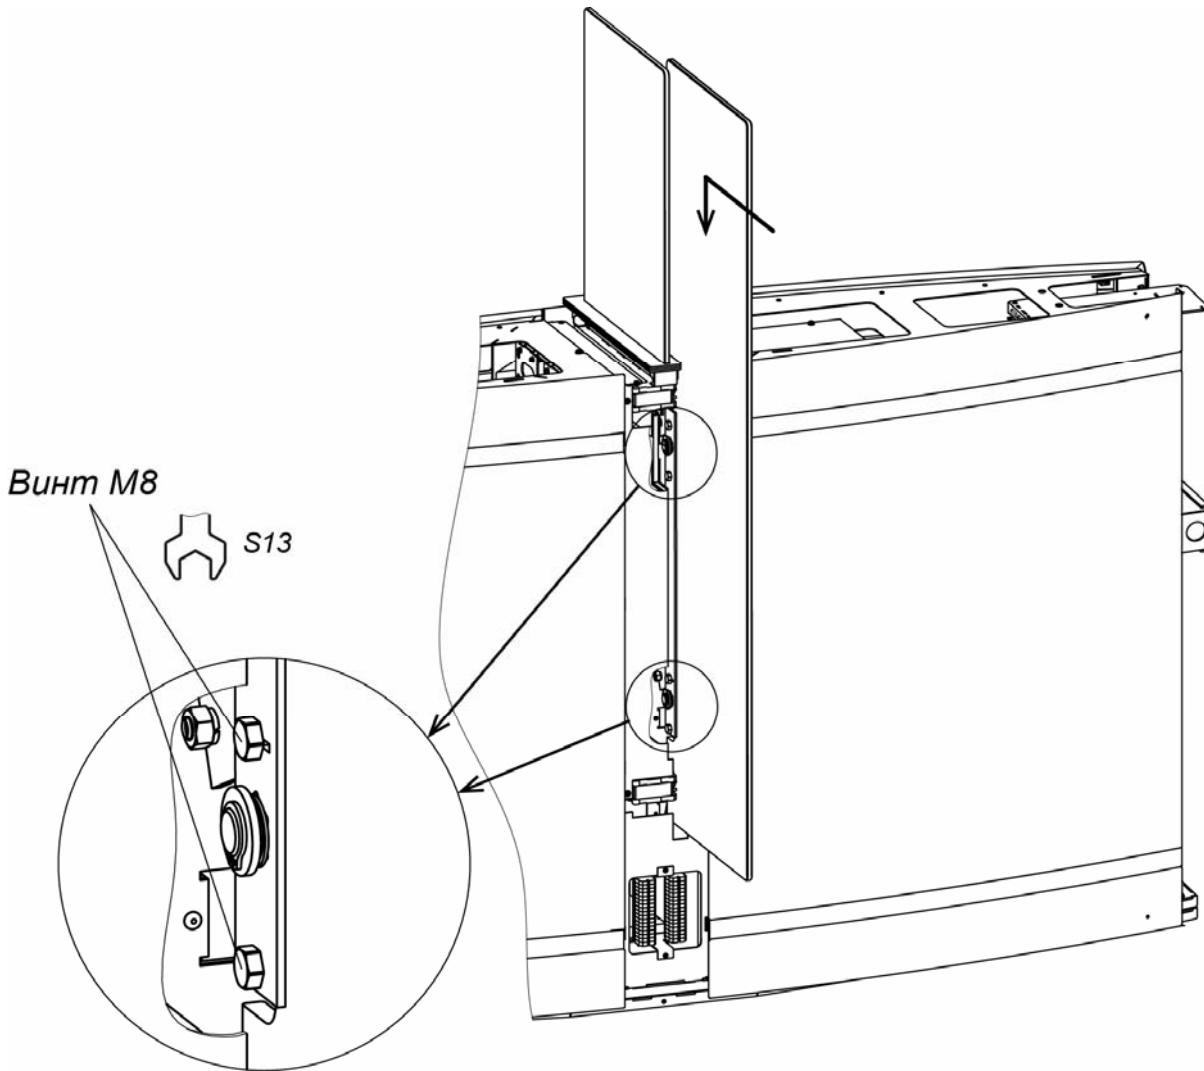

Рисунок 24. Монтаж створки
- Смонтируйте створки (1) (см. разд. 8.7.6, рис. 24).
- Ключом рожковым S13 ослабьте четыре болта M8 двух креплений створки – сверху и снизу (см. рис. 24).